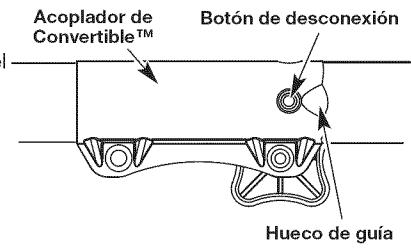

Fig. 5
NOTA: La alineación del botón de desconexión con el hueco de guía facilitará la instalación (Fig. 5).
- Oppíra y sostenga el botón de desconexión (Fig. 5).